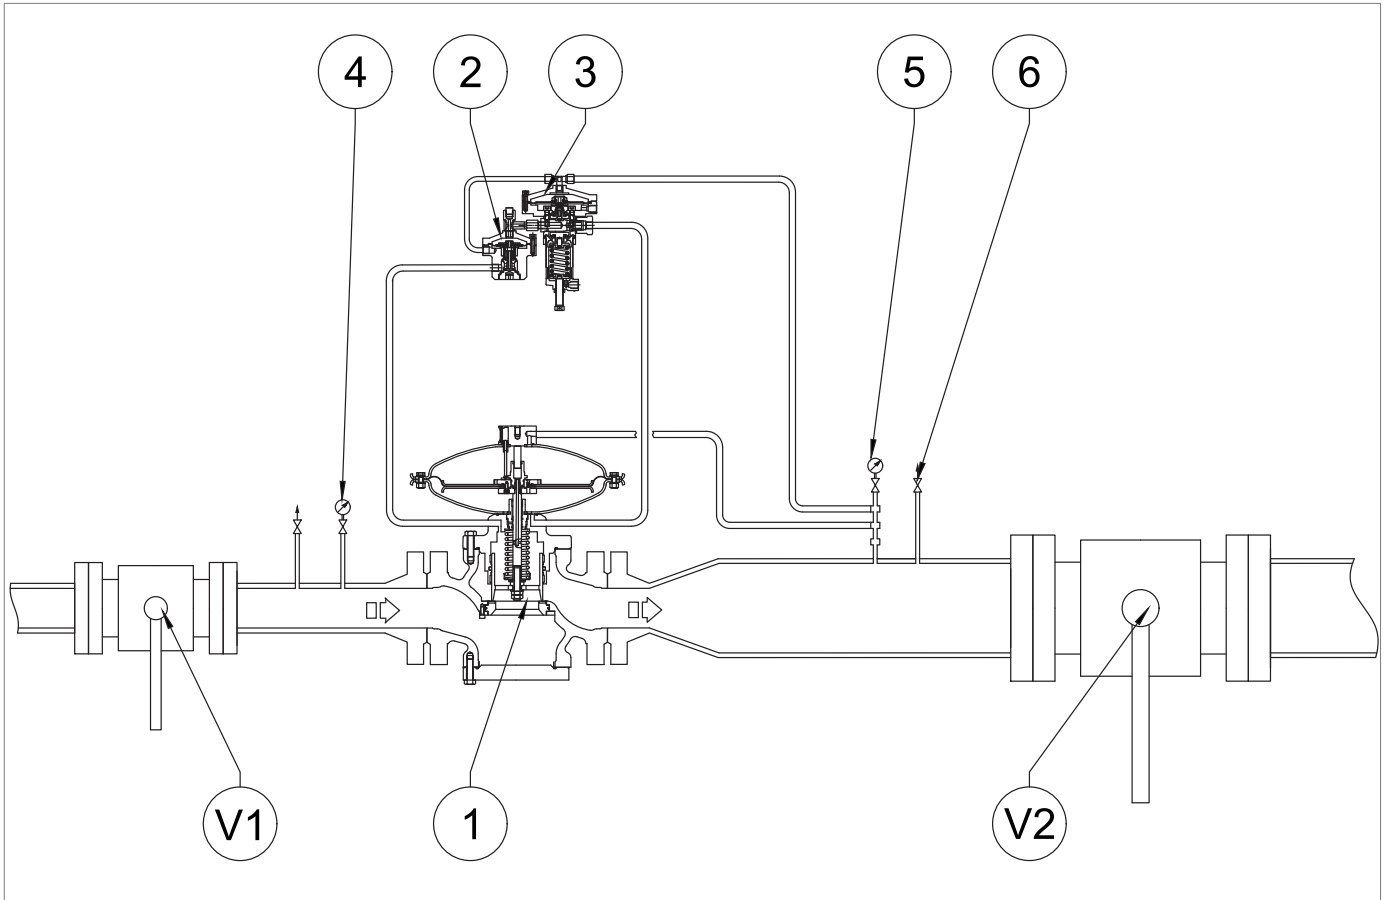

Abb. 8.32. Inbetriebnahme des Reglers REVAL 182
1	<p>Erhöhen Sie den Ausgangsdruck bis zum Ansprechwert des Sicherheitsabsperrventils durch Betätigung des Hauptreglers, um die korrekte Einstellung zu überprüfen.</p> <p>! HINWEIS!</p> <p>Prüfen Sie den Druck mithilfe des Manometers (Abb. 8.32, Nr. 5), das sich nach dem Hauptregler befindet.</p> <p>Wenn das Sicherheitsabsperrventil:</p> <ul style="list-style-type: none"> • vor dem eingestellten Druckwert auslöst: den Einstellring (13) im Uhrzeigersinn anziehen, um die Feder (11) stärker zusammenzudrücken; • bei dem eingestellten Druckwert nicht auslöst: den Einstellring (13) lösen (gegen den Uhrzeigersinn), um die Feder (11) zu entspannen.
2	Den Druck im nachgeschalteten Teil durch Öffnen des Ablasshahns verringern (Abb. 8.32, Nr. 6), um ihn auf den Einstellwert des Hauptreglers zu bringen.
3	Schließen Sie den Ablasshahn (Abb. 8.32, Nr. 6).